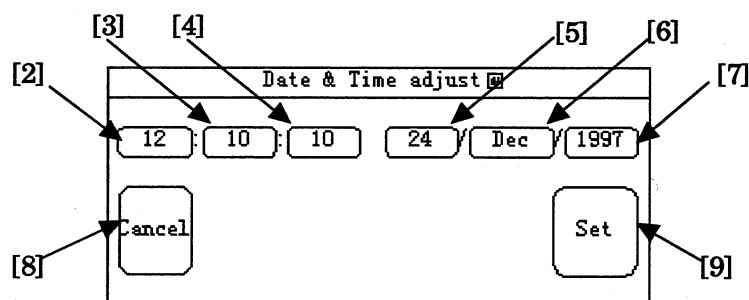
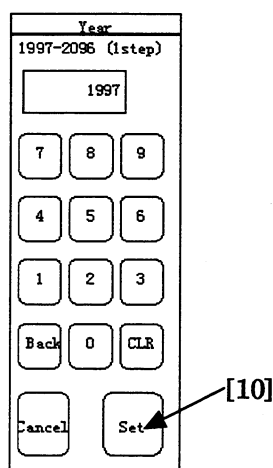

図 9.5-3 時刻設定ウインドウ
図 9.5-4 年設定ウインドウ
- (3) "時"ボタン(図 9.5-3,[2]), "分"ボタン(図 9.5-3,[3]), "秒"ボタン(図 9.5-3,[4]), "日"ボタン(図 9.5-3,[5]), "月"ボタン(図 9.5-3,[6]), "年"ボタン(図 9.5-3,[7])のいずれかのボタンを押します。ここでは, "年"ボタン(図 9.5-3,[7])を押します。これにより, さらに以下のようなウインドウが表示されます。
- (5) 希望の年を入力します。
- (6) 年の入力がすんだら, "Set"ボタン(図 9.5-4,[10])を押します。
- (7) "年"設定ウインドウが自動的に閉じて"年"の設定を完了します。
- (8) 同様に"時", "分", "秒", "日", "月"の設定に4~7を繰り返します。("時", "分", "秒", "日", "年"の入力方法は 5.4.1「数値入力」の「10 進入力ウインドウ」と同様です。また, "月"の入力方法は, 5.4.3「選択入力」の「項目選択ウインドウ」と, 同様です。参照してください。)
- (9) すべての設定が終了したら, "Set"ボタン(図 9.5-3,[9])を押します。
- (10) 時刻設定ウインドウが自動的に閉じて設定の完了となります。
- 設定の操作を途中でやめたい場合は, "Cancel"ボタン(図 9.5-3,[8])を押すと元に戻ります。